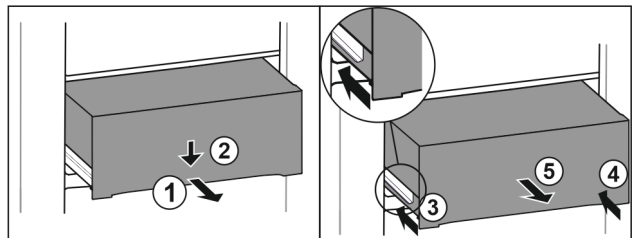

Fig. 120
- ▶ Вытяните выдвижной ящик наполовину. Fig. 120 (1)
- ▶ Вдавите выдвижной ящик в передней части вниз. Fig. 120 (2)
- ▶ Задвиньте левую направляющую прим. на 2 см. Fig. 120 (3)
- ▶ Задвиньте правую направляющую прим. на 2 см. Fig. 120 (4)
- ▶ Извлеките выдвижной ящик движением вперед. Fig. 120 (5)